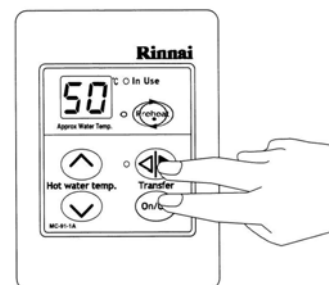

Fig. 1
STEP 1: solamente sul comando remoto Master, premere e mantenere premuti contemporaneamente i tasti "Transfer" ed "ON/OFF" (Fig.1): il comando remoto emette due "beep"; uno al suo spegnimento ed uno dopo circa 5 secondi.